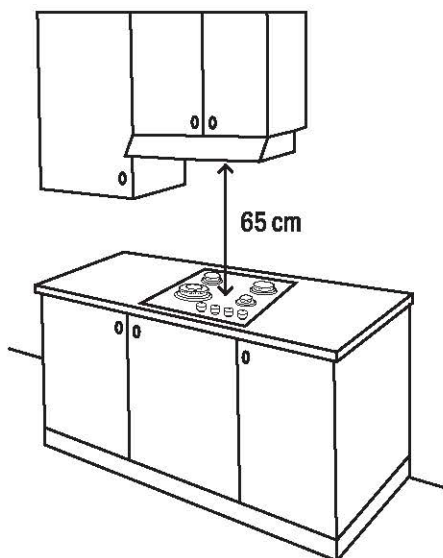

Imagen 3
- Si se cuenta con una campana de ventilación, la distancia desde la encimera hasta la parte inferior de la campana debe ser de al menos 65 cm. (Ver imagen 3).